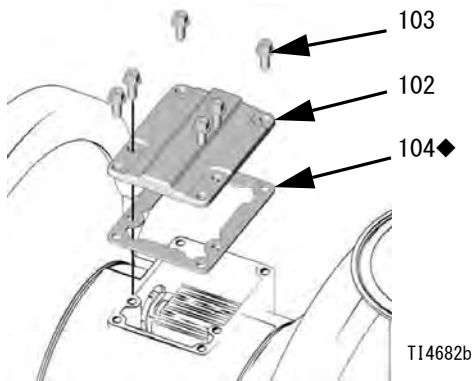

図 6
2. トルクス (T20) ドライバーまたは 7 mm (9/32 インチ) のソケットレンチを使用して、6 本のネジ (103)、エアバルブのカバー (102)、およびガスケット (104) を外します。図 6 を参照のこと。